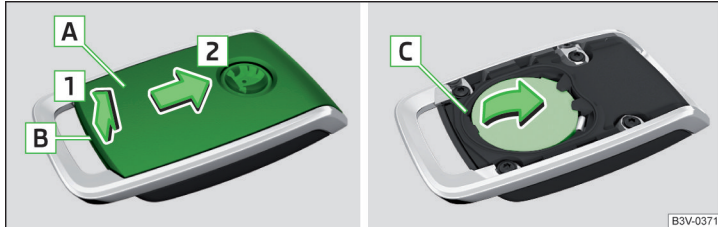

Abb. 330 Abdeckung aufklappen / Batterie herausnehmen
- › Mit einem dünnen Schlitzschraubendreher die Abdeckung **A** im Bereich **B** lösen » Abb. 330.